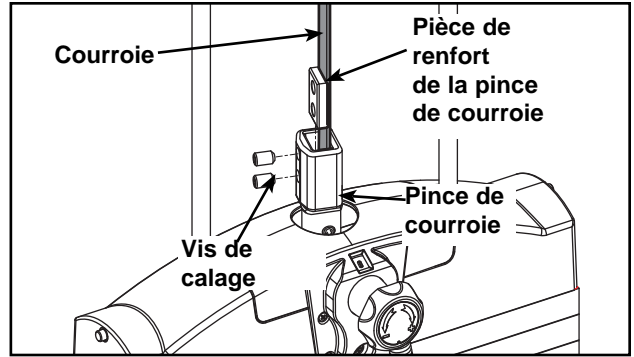

Figure 9
- E. Serrez la courroie et fixez-la à la pince à l'aide des deux vis de calage. **REMARQUE** : Serrez au couple de 300-350 po/lb (33,90 - 39,55 N-m). Reportez-vous à la figure 9.